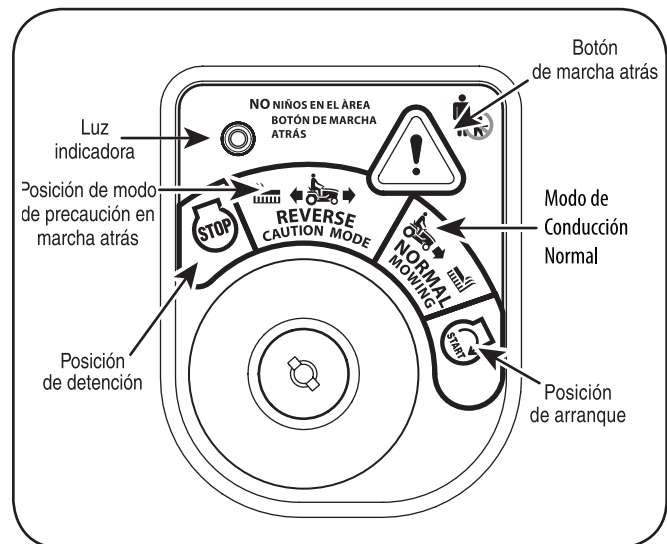

Figura 5-1
2. Gire la llave desde la posición de CORTE NORMAL (*verde*) hasta la posición de MODO DE PRECAUCIÓN EN MARCHA ATRÁS (*amarillo*) del módulo del interruptor de llave. Vea la Figura 5-1.
- Presione el BOTÓN DE MARCHA ATRÁS (*botón triangular de color naranja*) en la esquina superior derecha del módulo del interruptor de llave. La luz indicadora roja en la esquina superior izquierda del módulo del interruptor de llave se mantiene encendida (ON) mientras esté activado. Vea la Figura 5-1.